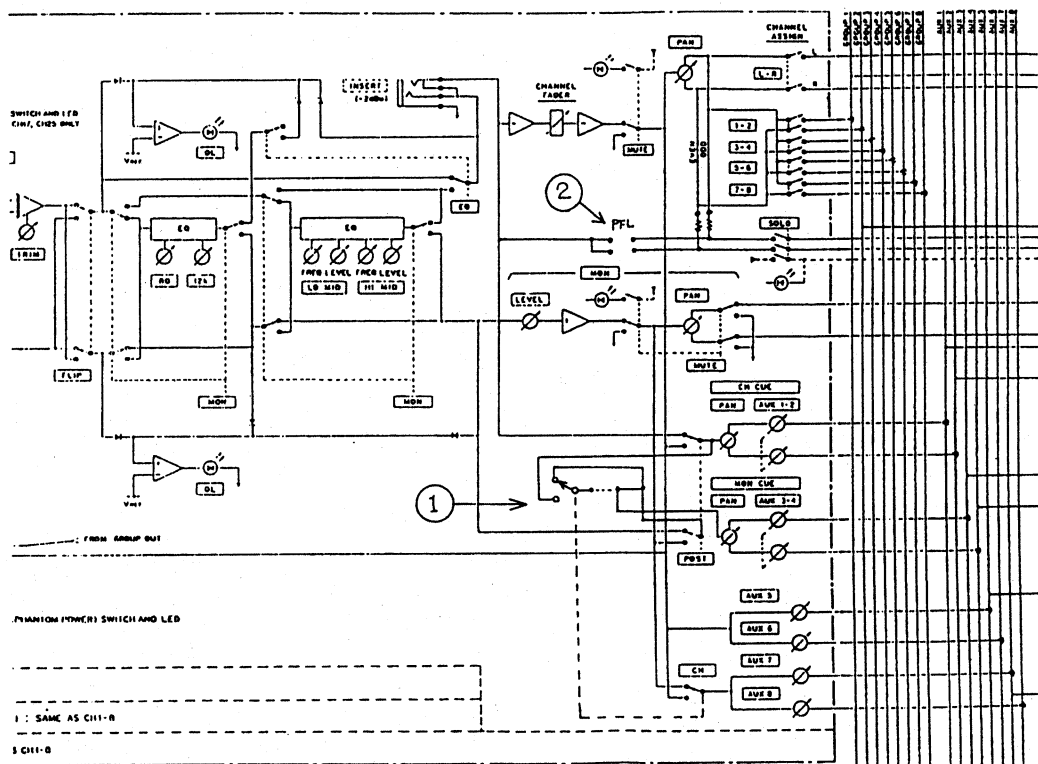

Fig. 2-1
Changing signal source to both Monitor and Channel paths. (See Fig. 2-1 ①)
2. Changing INPUT Channel section's SOLO from AFL to PFL.(See Fig. 2-1 ②)
(モニター部) \rightarrow (チャンネル部) と (モニター部) の切り替えを可能にする変更 (図2-1 ①参照)
2. インプット・チャンネル部のSOLOをAFL \rightarrow PFLに変更 (図2-1 ②参照)
(LINE IN → CH INSERT: Fig. 2-1)